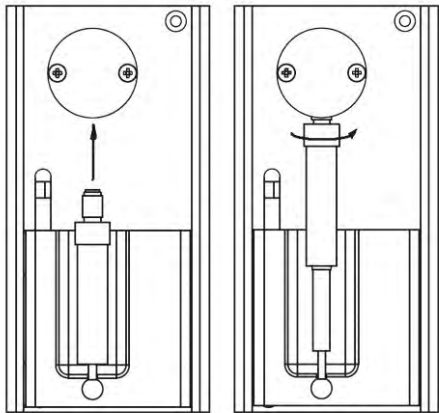

图2-8. 注射器安装
3. 旋转阀的接合槽到如图2-8. 左图位置。
2. 按照以下步骤(如图2-8)安装注射器：